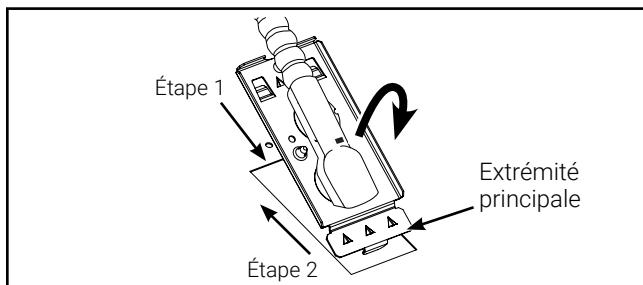

Figure 2.
- Étape 1: Pour insérer la plaque d'accès, faites-la pivoter jusqu'à ce que l'extrémité avant soit à l'intérieur du chemin de câble (Figure 2).